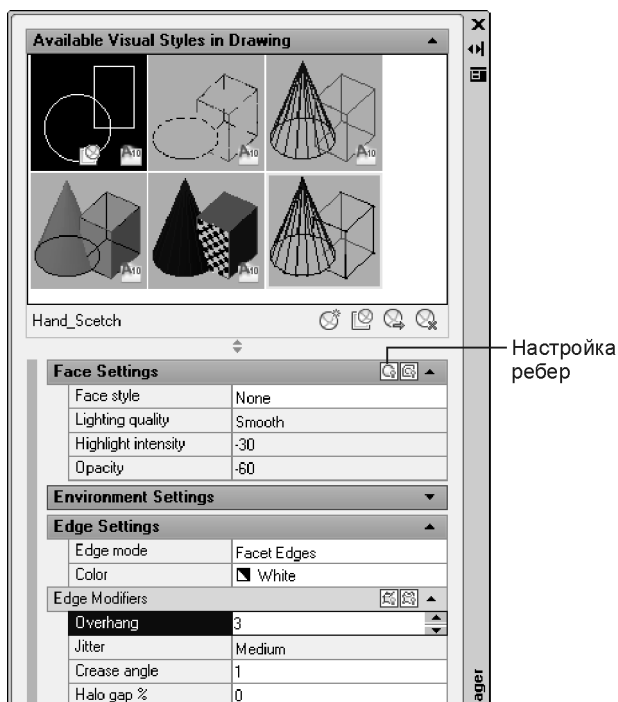

Рис. 12.12. Настройка стиля ручного эскиза в диспетчере визуальных стилей
5. Установите в строках диалогового окна диспетчера визуальных стилей следующие параметры создаваемого стиля (рис. 12.12):
Обратите внимание на то, что в диспетчере стилей отображения появилась шестая пиктограмма, кроме пяти по умолчанию, которая соответствует созданному новому стилю (рис. 12.12).